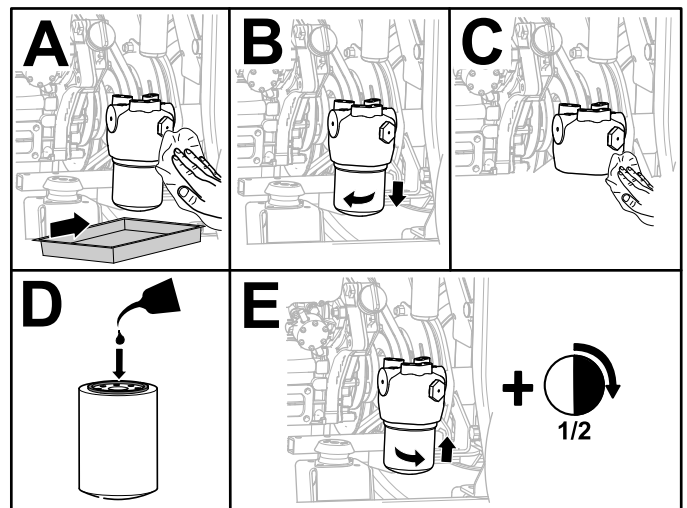

Figura 102
- Sustituya el filtro hidráulico tal y como se muestra en la Figura 102.